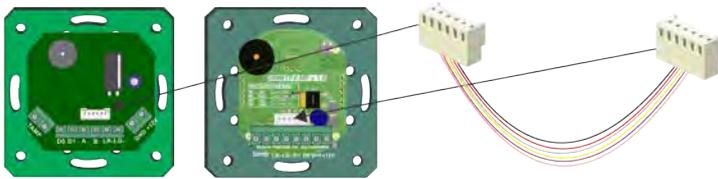

Abb. 1
1. Verbinden Sie beide Geräte mit dem mitgelieferten Kabel. (Abb. 1)